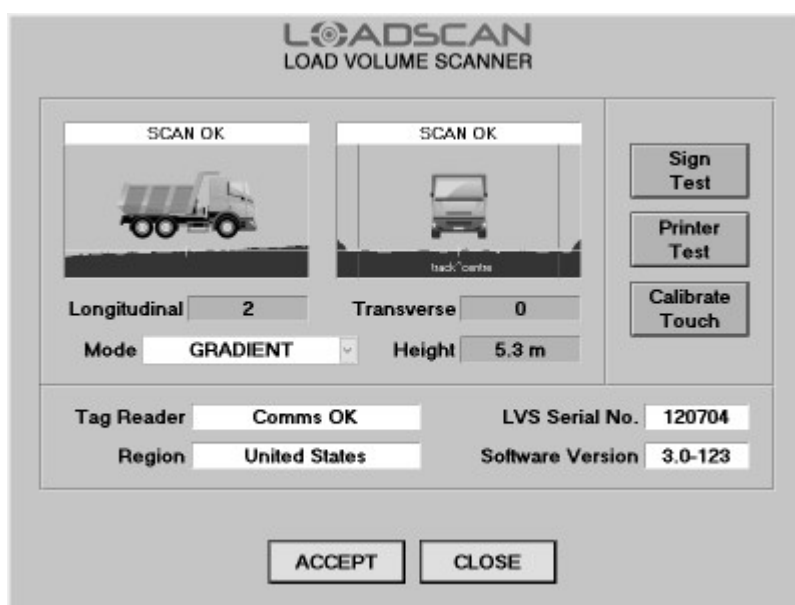

Рисунок 25 – системный экран на консоли оператора
2. Когда инициализация завершена, нажмите кнопку «СИСТЕМА» («SYSTEM») на главном экране консоли оператора и введите системный пароль для того, чтобы открыть системный экран (рисунок 25).